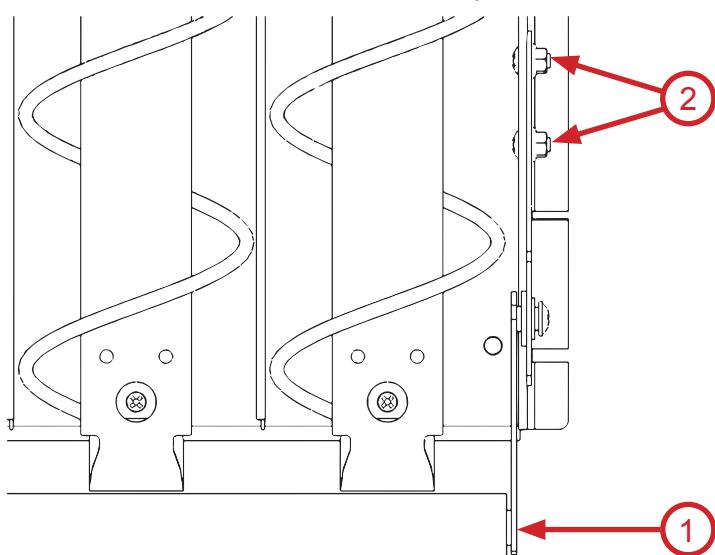

Рисунок 46 - Установка ограничителя
- Установите направляющую (1), вставив в паз полки (2), совместив отверстие направляющей (3) с осью держателя спирали;
- Закрепите направляющую самонарезающимся винтом (4) из комплекта направляющей;
Для высоких бутылок или банок предусмотрен дополнительный механизм от случайного выпадения и застревания товара, находящегося ближе к витрине - ограничитель бутылок (5) с комплектом крепления (см.рис.46).